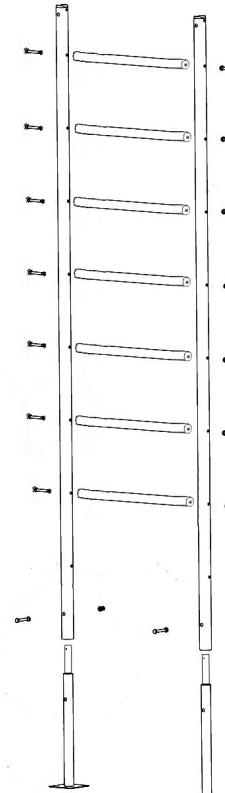

Рис. 1
4.2.2.1. Собрать переднюю лестницу из двух стоек и семи перекладин с помощью болтов, соединив лестницу с рамой комплекса **Рис.1**. При сборке лестницы на боковую стойку и поперечины завести сетку с внешней стороны. Поставить турник.